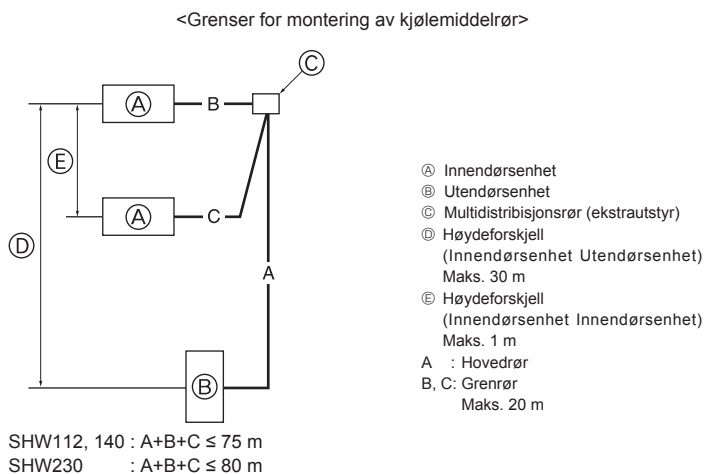

Fig. 4-9
4.7. For dobbelt-/trippel-/kvadrupelkombinasjon (Fig. 4-9) (kun for klimaanlegg)